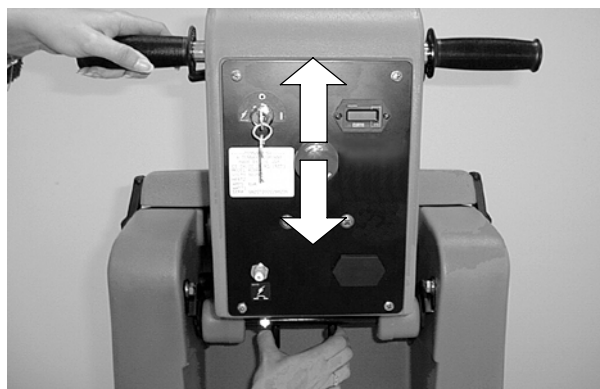

FIG. 8
1. Repérez les deux leviers chargés par ressort sous le panneau de commande (Figure 8).
2. Pressez les leviers l'un contre l'autre et relevez ou abaissez les poignées de commande de façon à obtenir une hauteur d'utilisation confortable (Figure 8).